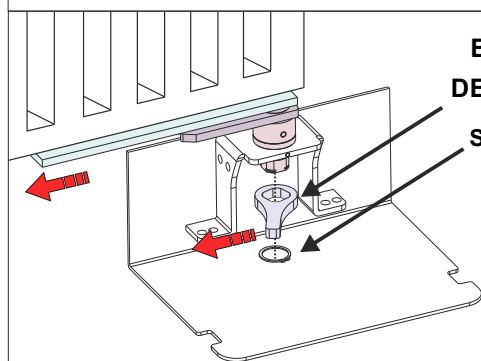

Fig. 37
9.1. Insérez l'étrier de butée dans la tige, en faisant attention à l'insérer dans la même direction dans laquelle l'étrier support du vantail est orientée, puis verrouillez-la avec le seeger (Fig. 37 - 38)